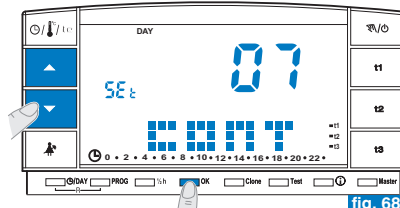

fig. 68
- Dalla videata di visualizzazione del contrasto del display (esempio in fig. 68)